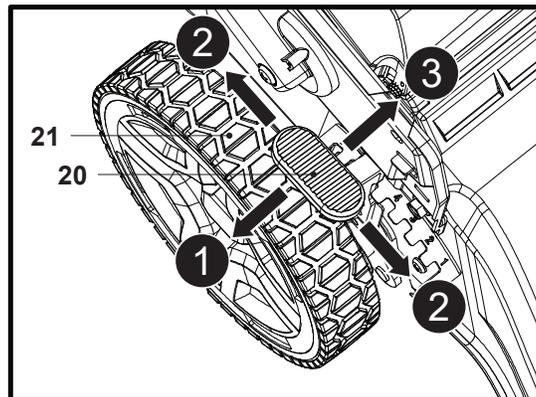

Fig. 11
1. Tirer le levier (20) vers la roue arrière (21) (Fig. 11, étape 1).
2. Déplacer le levier (20) vers l'avant ou vers l'arrière pour régler la hauteur de coupe (Fig. 11, étape 2).
3. Relâcher le levier (20) et s'assurer qu'il s'engage correctement dans l'encoche (Fig. 11, étape 3).